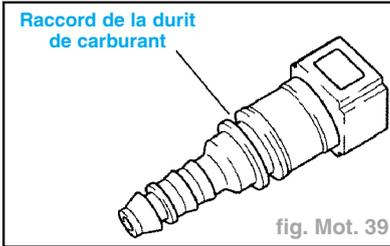

fig. Mot. 39
- Se procurer une conduite de carburant neuve et débrancher le raccord de la durit de carburant de la canalisation correspondante. (N° de réf. **23901-21020**) (fig. Mot. 39).